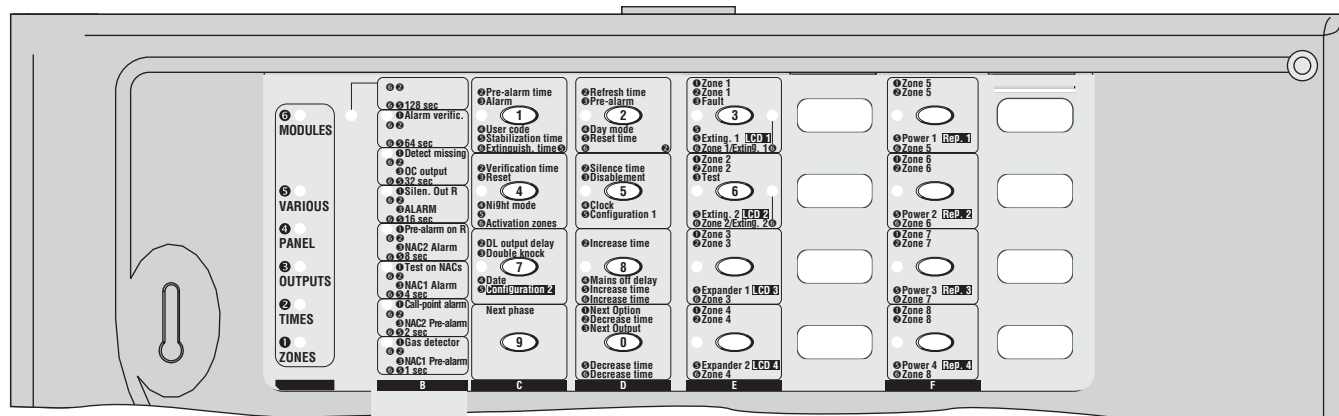

Figura 28 Utilizarea Sablonului de Programare cu centrala J408
4. Procedati ca in Figura 28 pentru introducerea sablonului de programare in sloturile pt. etichetele zonelor.